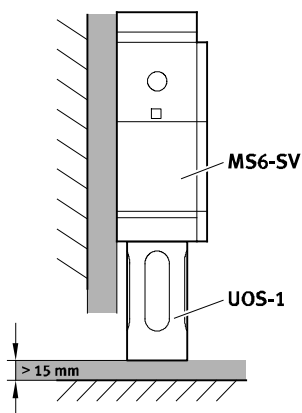

Fig. 5 Montaje
- Respetar la distancia mínima de 15 mm por debajo del silenciador (→ Fig. 5).